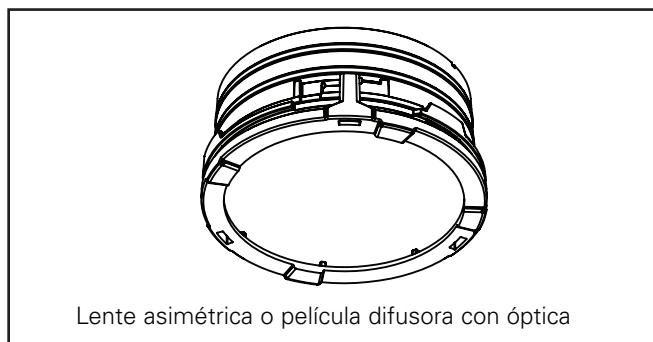

Figura 22.
7. Para instalar el conjunto óptico y de medios/película en el módulo, siga los pasos de "Reemplazo/instalación del conjunto óptico" (Figura 22 y 24)
8. Para ajustar la orientación de la lente asimétrica, sujetela la lengüeta de la etiqueta y gírela hasta la posición deseada (Figura 22).